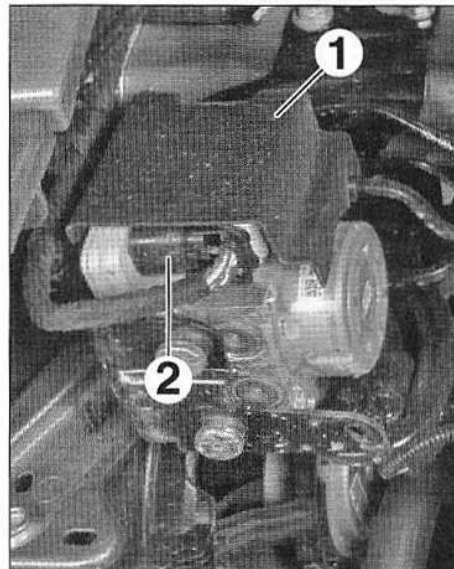

FIG.31
- la protection (1) (Fig.31).
- Débrancher le connecteur (2).